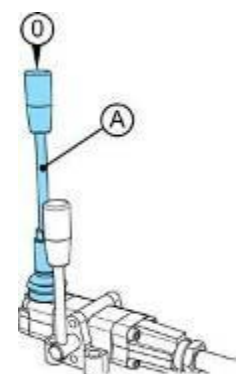

РИС. 6.2
- Убедитесь, что рычаг управления (A) ротора в нейтральной позиции - 0 - (см. РИС. 6.2).